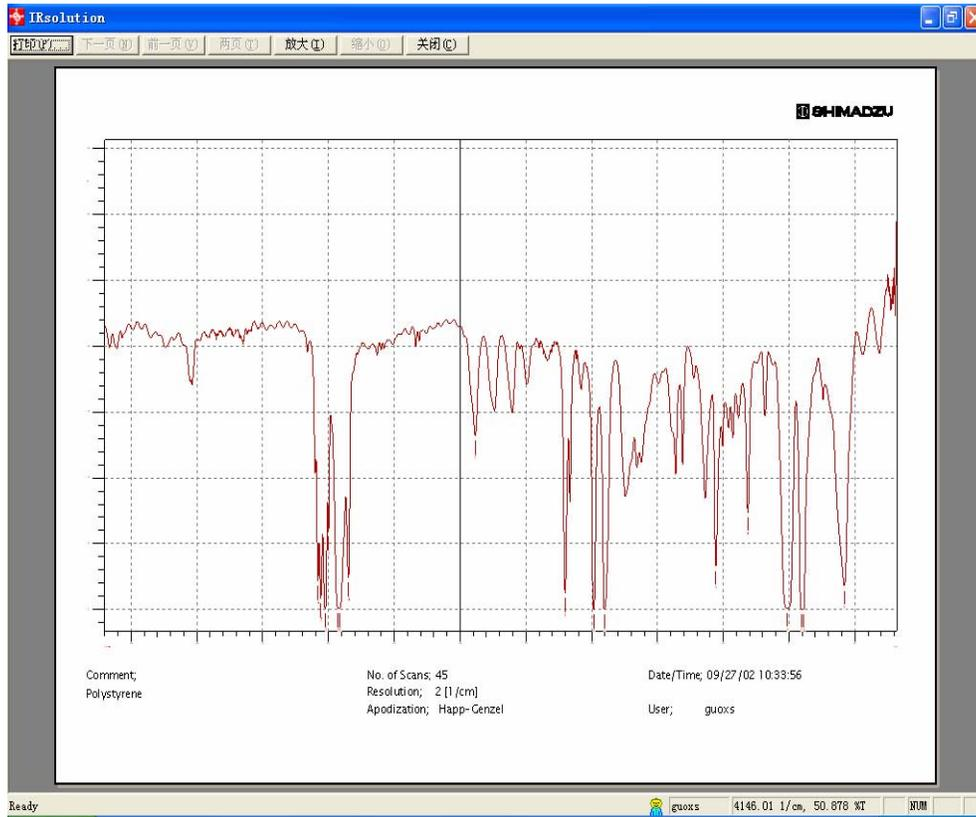

图21 预览图谱
4. 进行预览，如果不符合要求可以返回再选择其他模板。图21。